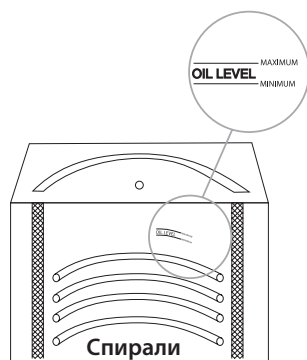

Рисунок 4
5. **Добавьте фритюрное масло** — Можно использовать как жидкое, так и твердое фритюрное масло. Растопите затвердевшее фритюрное масло в размягчителе или иным образом и перекачайте во фритюрницу. Добавьте достаточное количество фритюрного масла, чтобы поднять уровень жидкости до одного дюйма от линии минимального уровня масла (см. рисунок 4 на странице 13). По мере нагревания объем масла увеличивается. Проверьте уровень масла снова, как только оно нагреется, чтобы убедиться, что уровень масла находится между отметками минимума и максимума.
Если нагревательные элементы не полностью покрыты маслом, их ВКЛЮЧЕНИЕ может привести к пожару или повреждению нагревательных элементов.>> Не включайте питание, пока все спирали нагревателя не будут полностью покрыты фритюрным маслом. Добавьте недостающее количество масла до уровня между линиями максимального и минимального уровня масла, которые находятся внутри чаши (см. рисунок 4).
16. Уровень масла — Добавьте или слейте фритюрное масло так, чтобы оно находилось на уровне между отметками максимального и минимального уровня. (Рисунок 4).